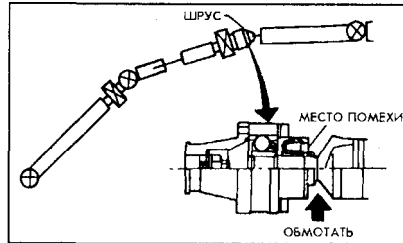

Рис. 7-41.
- Перед снятием/установкой карданного вала или перемещением его из одного положения в другое обмотайте тряпкой или резиной чехол на ШРУСе, защищая его от повреждений (рис. 7-41).